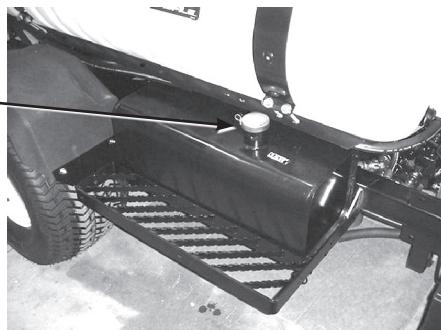

図7
3. 油圧オイルタンク(図7)の注油口周辺をきれいに拭き、キャップを外す。